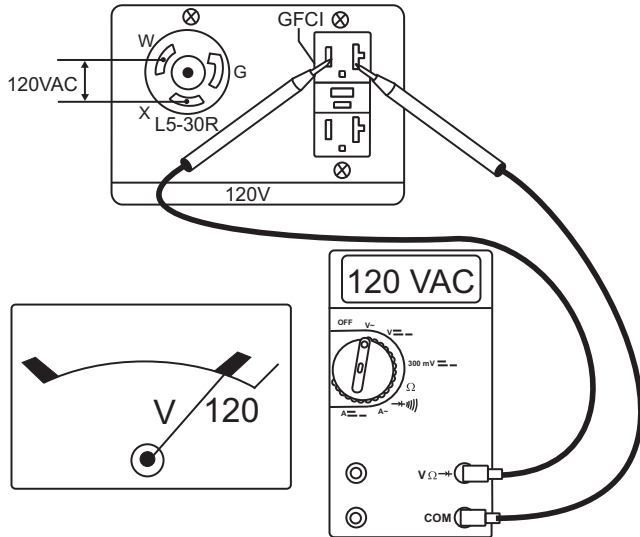

Figure 22. Prise 120V à verrouillage par rotation/de disjoncteur de fuite de terre
- Lire le voltmètre sur le panneau avant de la génératrice (Figure 22) et vérifier que 120 Vca s'affiche. Avec un voltmètre externe, comme cela est illustré à la Figure 22, vérifier qu'il y a du 120 Vca au niveau des prises à verrouillage par rotation 120 V et aux prises doubles de disjoncteur de fuite de terre.